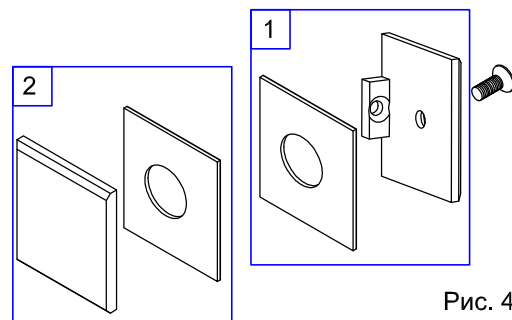
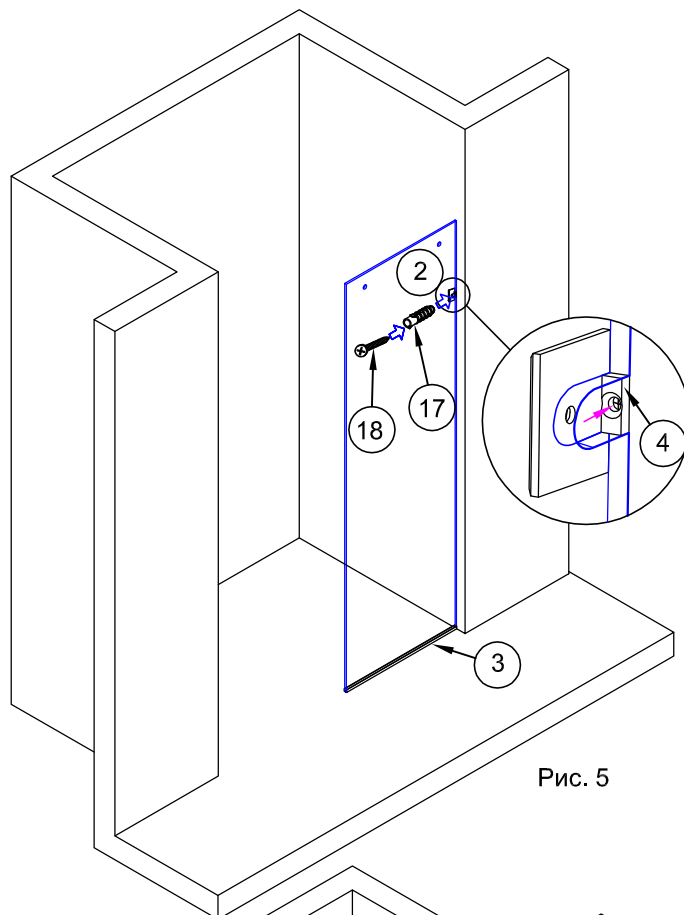

Рис. 4
Рис. 5
2.2. С внутренней стороны стекла в вырез установить комплект 1 держателя (рис.4). Отметить на стене место отверстия для крепления держателя (рис.5).
Вставить в отверстие дюбель №17. При необходимости использовать молоток. (рис. 5)
2.8. Установить комплекты 2 держателей (рис.4) с внешней стороны стекла и скрутить пакет 1, стекло и пакет 2 винтом.